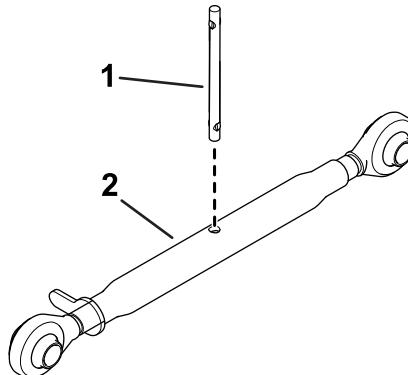

Figure 6
1. Montez la tige sur la biellette supérieure (Figure 6).